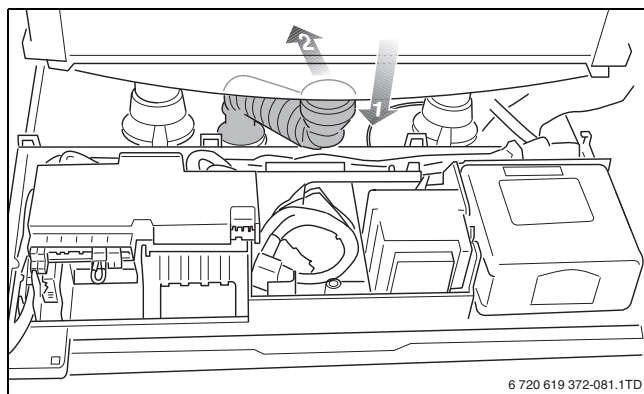

Fig. 95 Rimuovere la coppa di raccolta ondulato
- Staccare il tubo flessibile di scarico condensa e inclinarlo verso la parte posteriore (→ fig. 95).